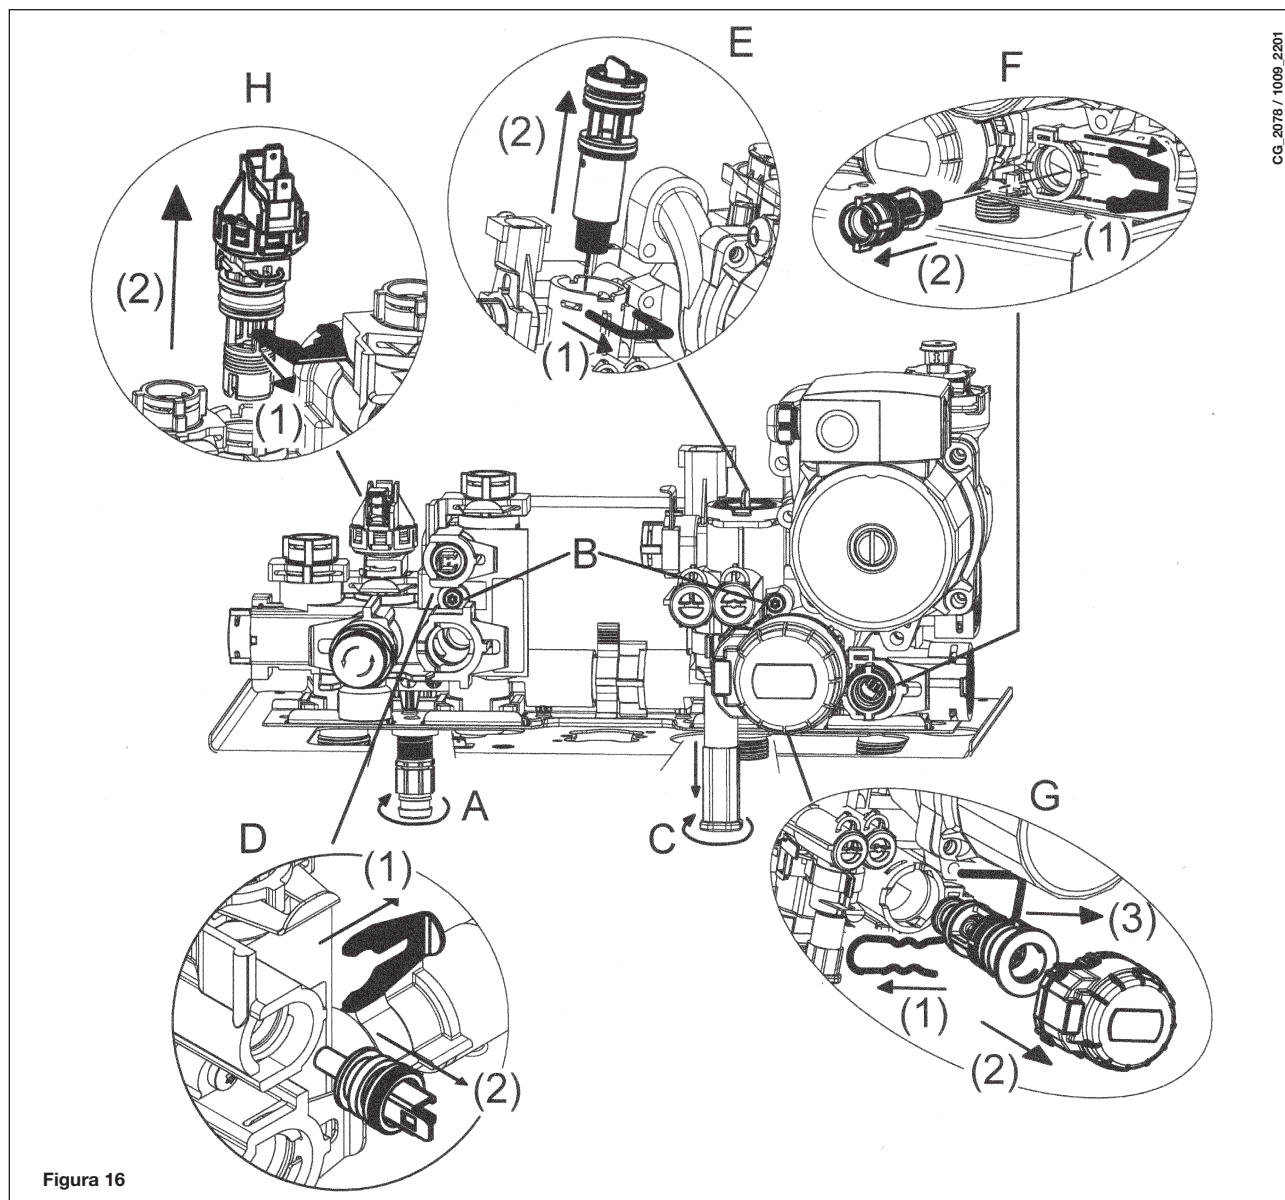

Figura 16
- vaciar el agua contenida en el circuito de calefacción abriendo el grifo A de la figura 16.
- antes de sacar el cartucho del filtro de calefacción es necesario desmontar el motor de la válvula de 3 vías (1-2G - figura 16);
- quitar la grapa 1E de la figura 16;
- quitar el filtro (2E figura 16);